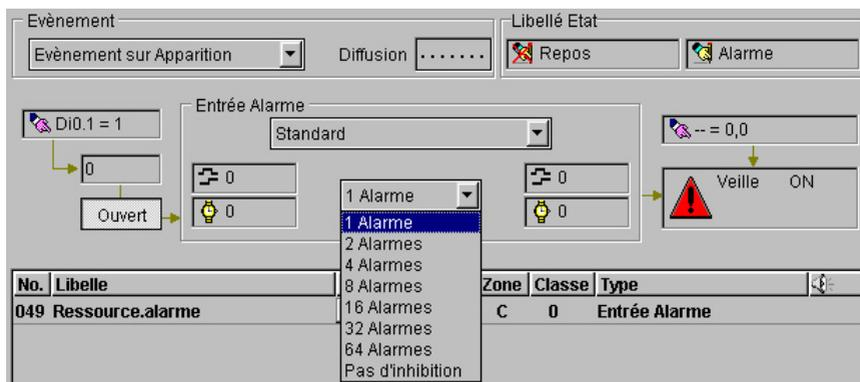

Figure 2.4 : Ressource Entrée Alarme
- **Nombre d'alarmes avant inhibition** : grace à ce champ (voir figure 2.4), vous pouvez verrouiller la ressource selon plusieurs critères : après 1,2,4,8,16,32, ou 64 alarmes, ou pas du tout.